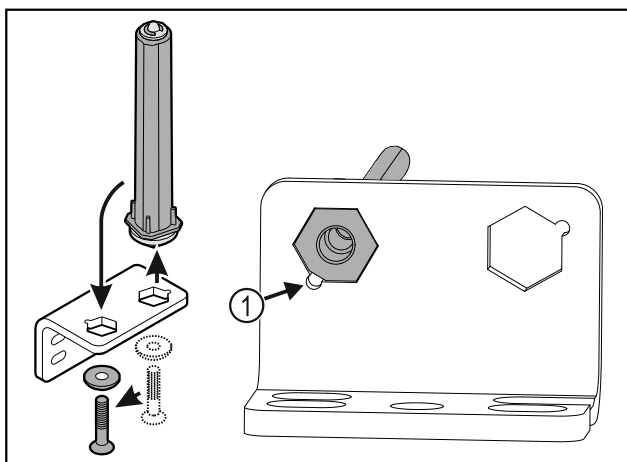

Fig. 28
- Verificare che durante l'inserimento lo smusso del perno Fig. 28 (1) sia rivolto verso il foro circolare.